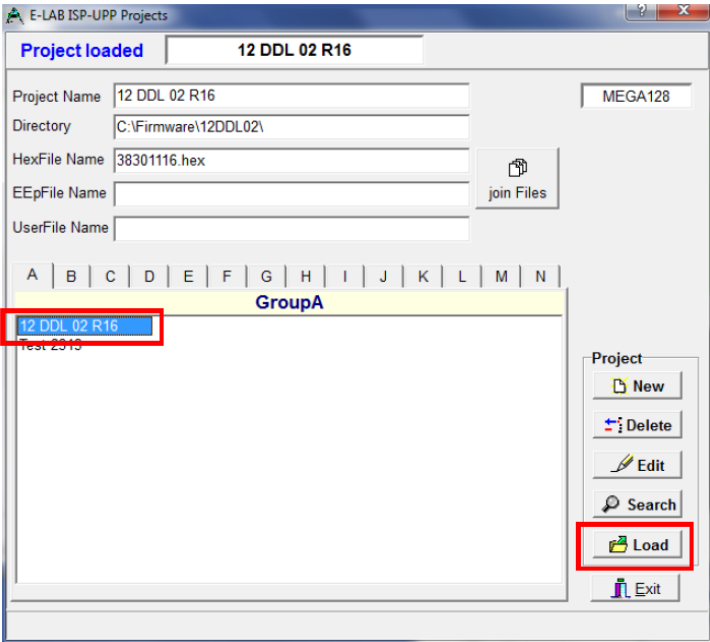

Рисунок 7
7. Назначьте файл прошивки и нажмите на кнопку «**Load**» (рисунок 7).